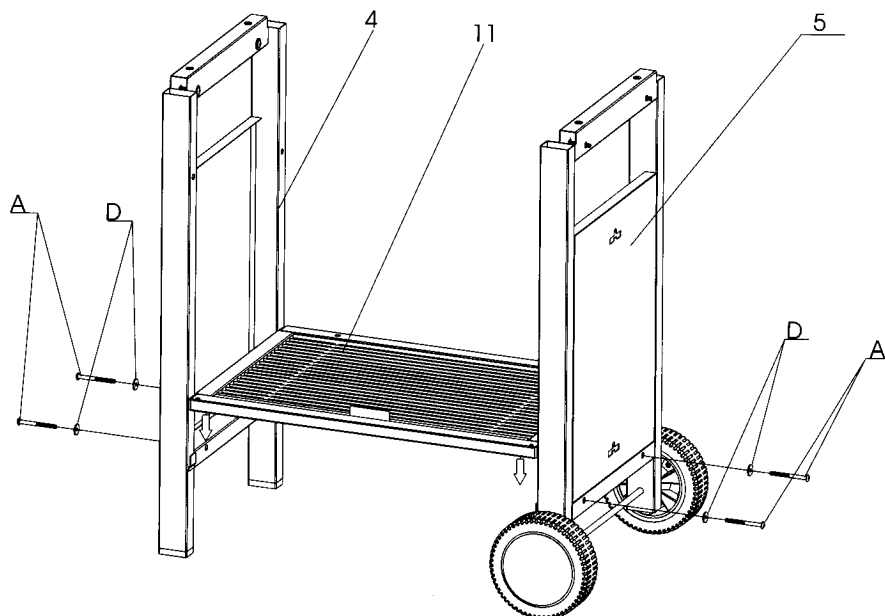

Figure 3
Fixez la tablette et la grille avec les boulons (A) et les rondelles plates (D). Voir figure 3.